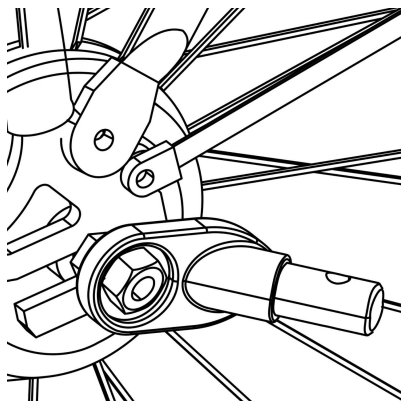

Figuur 10
1. Snelspanneras : Verwijder de snelspanner aan de linkerkant van de achteras van de fiets. Monteer de trekhaak tussen de snelspanner en het frame. Draai de snelspanner vast volgens de handleiding van de fietsfabrikant. De trekhaak kan op de fiets blijven zitten als de aanhanger is verwijderd (Figuur 10).